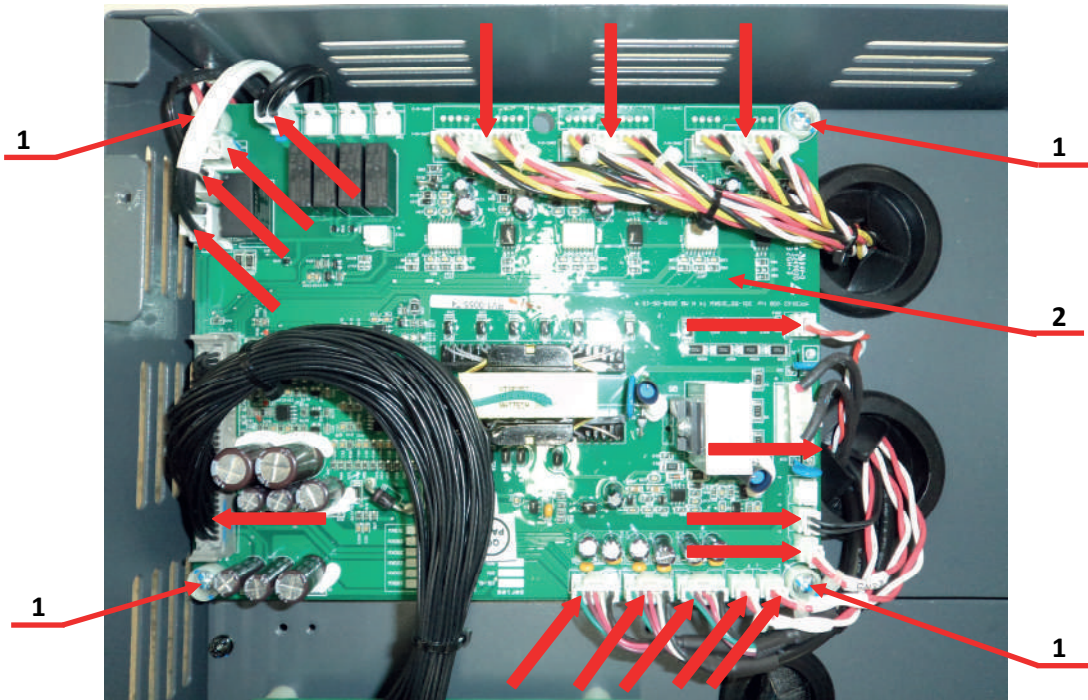

Рис.6.7
- 6.4.2. Отсоединить разъёмы подходящих кабелей - рисунок 6.7, красные стрелки.
- 6.4.3. Открутить 4 винта поз.1 крепления платы драйверов поз.2 (рис. 6.7). Положить плату драйверов в тару 3.1.16. Винты положить в тару 3.1.17.